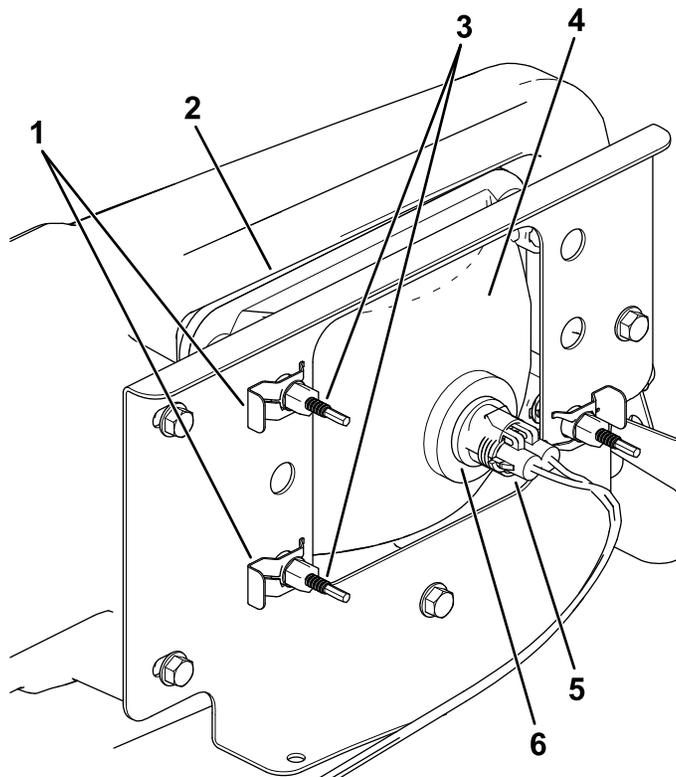

図 49
3. ランプアセンブリのコネクタから、ハーネス用のコネクタを外す 図 49。
4. ヘッドライトをヘッドライトブラケットに固定しているスピードクリップを外す 図 49。
5. ヘッドライトアセンブリ全体を前に押し出して、前バンパーから外す 図 49。
6. 取り付け穴に新しいヘッドライトを取り付ける 図 49。
8. ハーネス用のコネクタを、新しいランプアセンブリのコネクタに接続する 図 49。
5. ヘッドライトアセンブリの裏側部分にある調整ねじ 図 49を回してヘッドライトアセンブリの角度を変えてビームの方向を調整する。